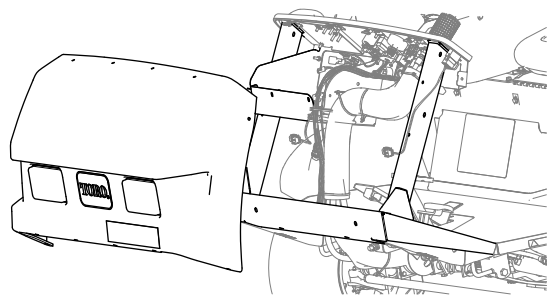

Figura 62
7. Retire el capó de la máquina (Figura 62).